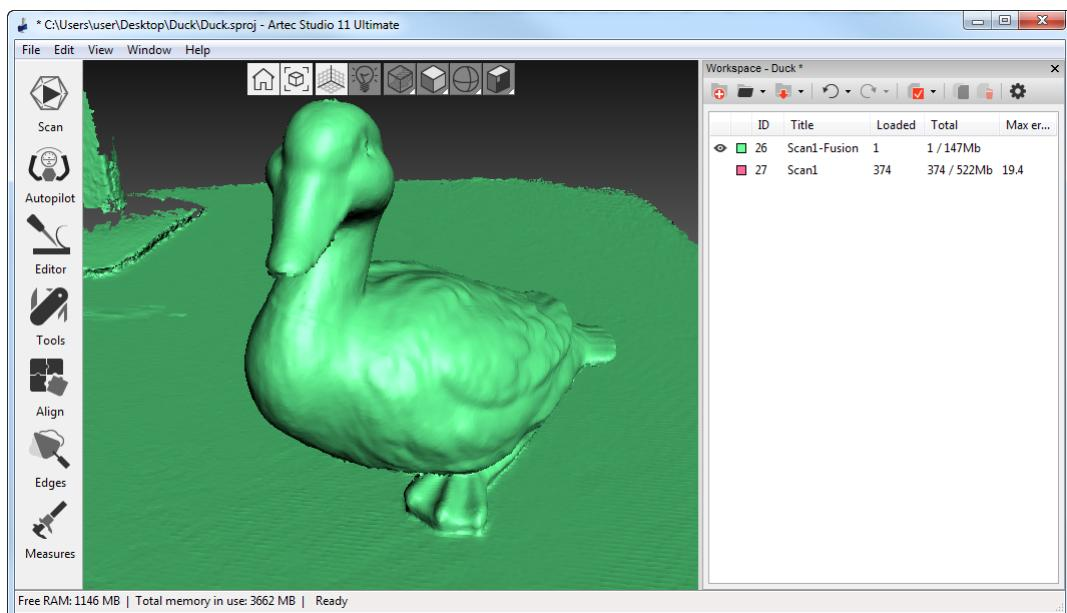

Рис. 5.8: Панель Рабочая область после использования Склейки в реальном времени
6. Когда вы завершите сканирование, на панели Рабочая область появится один или несколько сырых сканов Eva Scan1, Eva Scan2, Eva Scan3, и т. д., а также одна модель с названиями “Eva Scan1-Fusion”. Количество сырых сканов соответствует тому, сколько раз вы приостанавливали и возобновляли сканирование (см. Рис. 5.8).